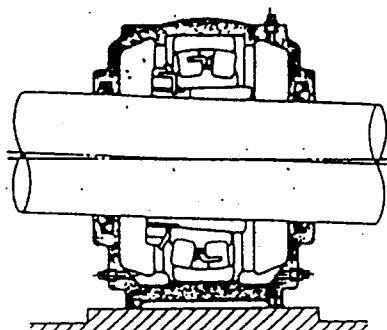

図21
- (4) 軸受の位置が定まればプランマブロックと軸の直角度(軸受の内輪と外輪の側面を平行にする)を確認したのち、ナットを完全に締め付ける。取付誤差が大きいとシールに不具合を生じたり、軸が口径部に当り円滑な運転ができない(図21参照)。このような場合は取付座を修正してから取り付ける。